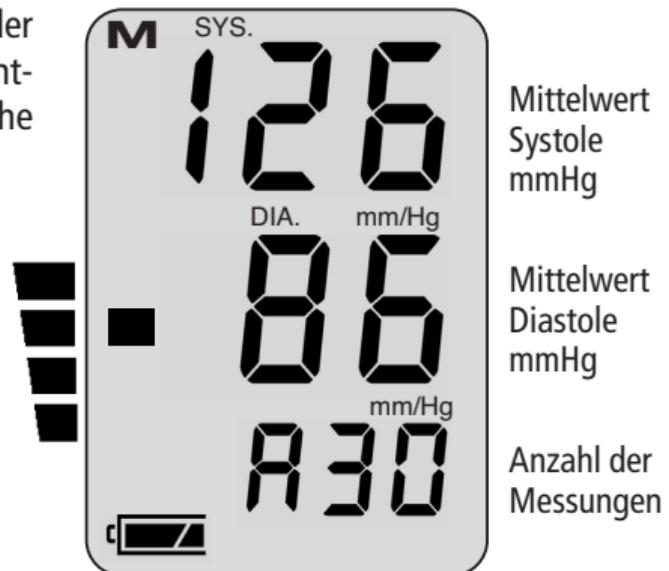

Bild 6
- Rufen Sie nach jeweils 30 eingetragenen Blutdruckmessungen Ihren Mittelwert ab, indem Sie im ausgeschalteten Zustand die START-Taste solange gedrückt halten, bis der Mittelwert aller gespeicherten Werte (für Systole und Diastole) angezeigt wird. Im Feld „Puls“ (siehe Bild 6) blinkt die Anzahl der gespeicherten Messungen.
Am linken Displayrand erscheint ein der Höhe des Blutdruckmittelwertes entsprechendes dunkles Rechteck (siehe Bild 6).